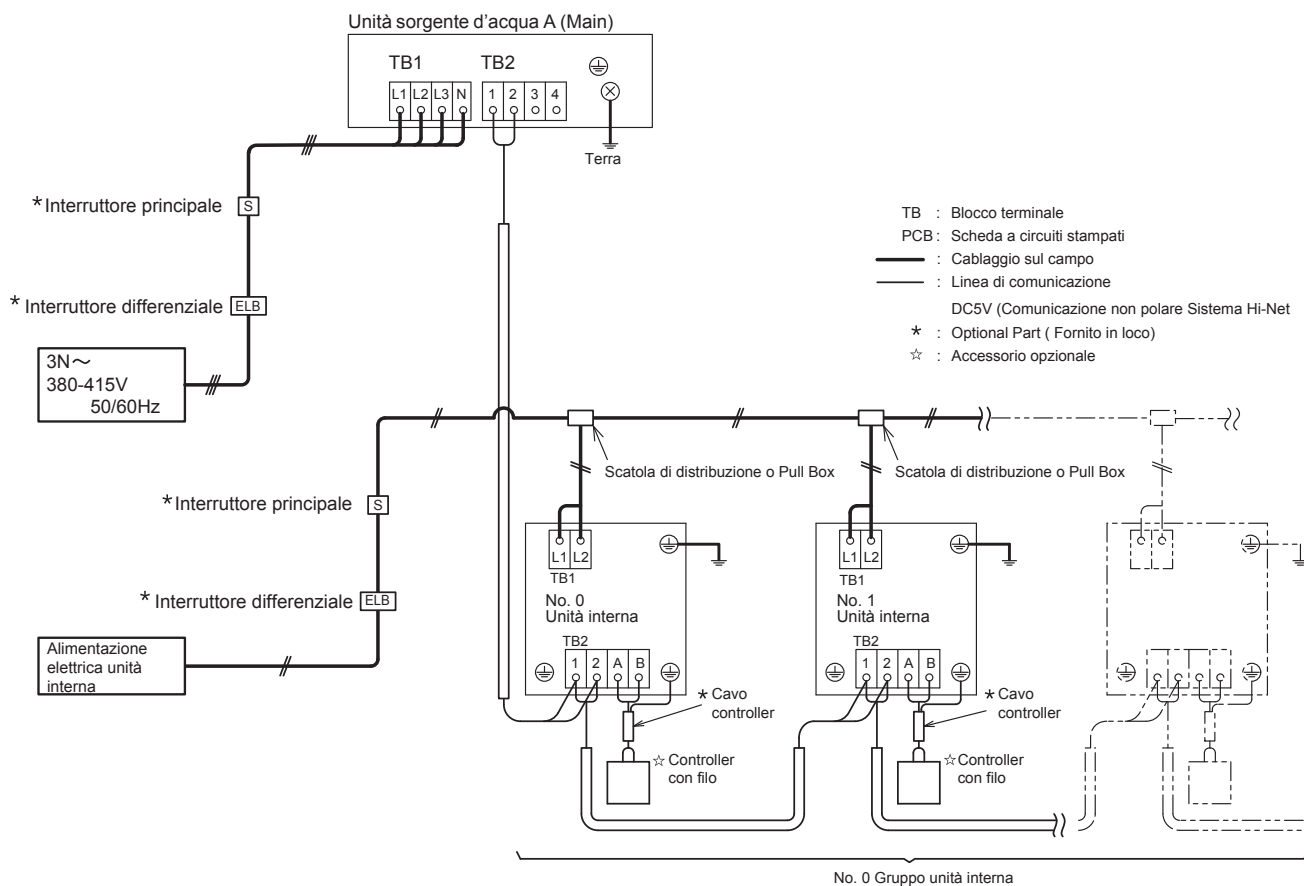

Figura 8.5 Layout per connessione di cablaggio elettrico (Sistema a pompa di calore)
- (3) Collegare il cavo di comunicazione tra le unità interne, le scatole di scambio e le unità sorgente d'acqua, come mostrato in Figura 8.5 e 8.6.
- (4) Collegare i cavi di comunicazione nella stessa unità sistema refrigerante. (Se la tubazione refrigerante dell'unità interna è collegata all'unità sorgente d'acqua, collegare anche i cavi di comunicazione alla stessa unità interna.) Il collegamento delle tubazioni del refrigerante e dei cavi di comunicazione ai diversi sistemi di refrigerante può portare a malfunzionamenti.
- (5) Utilizzare cavi di comunicazione con un minimo di AWG18 (0,82 mm²), 2 conduttori, rame intrecciato. Il cavo schermato deve essere preso in considerazione per applicazioni e instradamento in aree con alta EMI e altre fonti di rumore elettrico potenzialmente eccessivo, per ridurre il